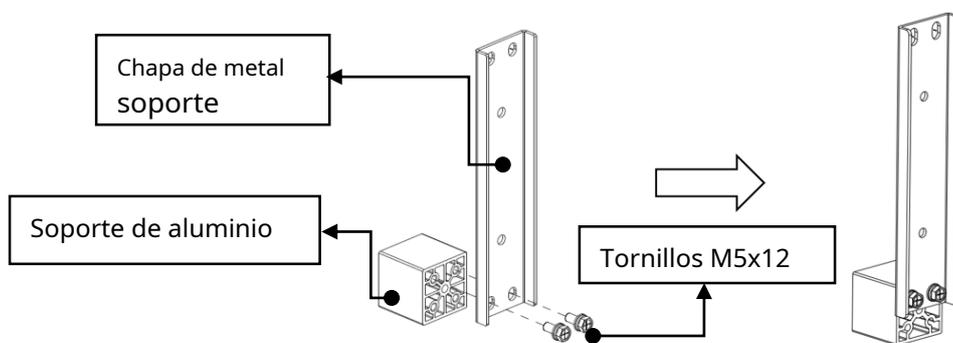

Fig. 3.1 Ensamblaje del soporte simple
(1) Tome 1 soporte de chapa y 1 soporte de perfil de aluminio Para montar 1 juego de soportes básicos con 2 tornillos M5*12 de la manera que se muestra en la figura (Fig. 3.1).
(2) Cada caja requiere el montaje de 4 juegos de piezas sencillas. Soportes (1 grupo). El número de soportes básicos que se deben montar para los diferentes modelos es el siguiente (Tabla 3.1):